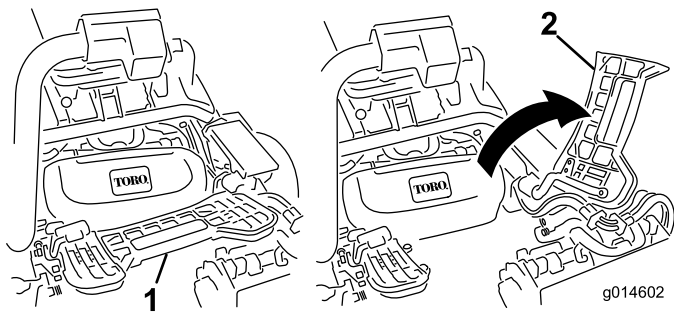

Figura 11
3. Per installare l'apparato di taglio centrale, sollevate il poggiapiedi e ruotatelo, per consentire l'accesso alla posizione dell'apparato di taglio centrale (Figura 11).